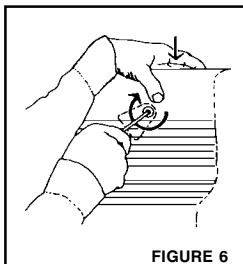
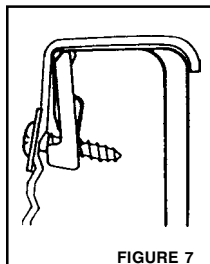

FIGURE 6
FIGURE 7
1. Start at either front (cab end) corner and push downward on bedliner rail while turning screw clockwise with screw driver (see FIGURE 6). You should "feel" the "Liner-Lok™" pivot upwards and stop. Continue turning the screw clockwise until tight (see FIGURE 7).
1. Commencer par le côté cabine de la caisse. Pousser le longeron de la doublure contre le rebord de la caisse en serrant la vis de l'attache "Liner-Lok" dans le sens des aiguilles d'une montre (voir fig. 6). Vous devriez "sentir" le "Liner-Lok" pivoter vers le haut et s'arrêter. Continuer à serrer la vis jusqu'à ce que la doublure soit bien fixée à la caisse du camion (voir fig 7).